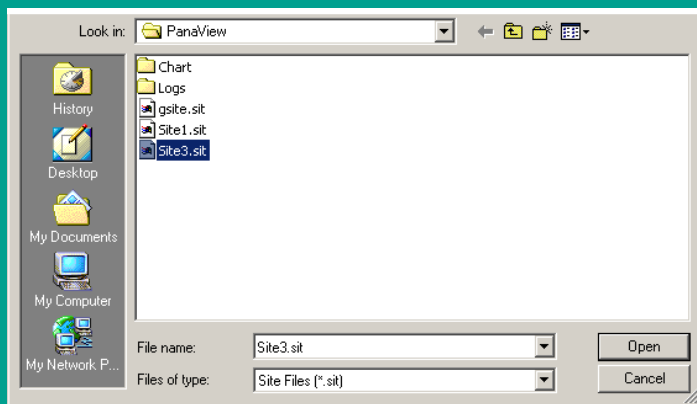

Рисунок 32: Выбор файла объекта
2. затем щелкните *Save site to meter* (Сохранить файл объекта в памяти расходомера). Откроется окно, показанное на рис. 32.
3. Откроется окно *Site file selection* (Выбор файла объекта) (см. рис. 32). Выделите объект с нужными настройками и щелкните [open] (открыть). PanaView сохранит объект в памяти расходомера под новым названием и с заданными настройками.
3. Откроется окно *Site file selection* (Выбор файла объекта) (см. рис. 32). Введите нужное название объекта (теперь с суффиксом .prt) и щелкните [save] (сохранить). Приложение PapaView отобразит текстовую версию объекта, как показано на рис. 34.